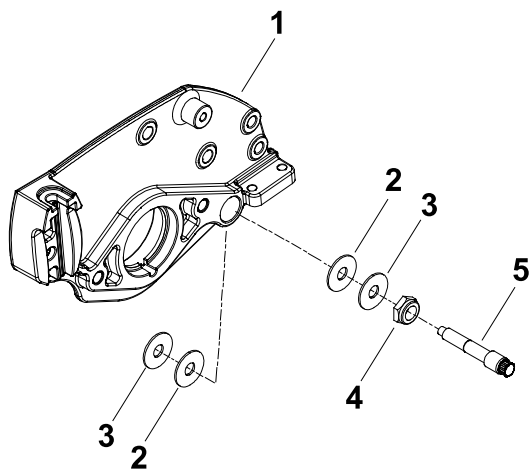

图 13
7. 先后将金属垫圈和塑料垫圈滑到各个底刀架枢轴螺栓上图 13。
8. 将金属垫圈和塑料垫圈放置在底刀架与各个滚刀组侧板之间 图 13。
9. 安装底刀架枢轴螺栓总成 图 13。